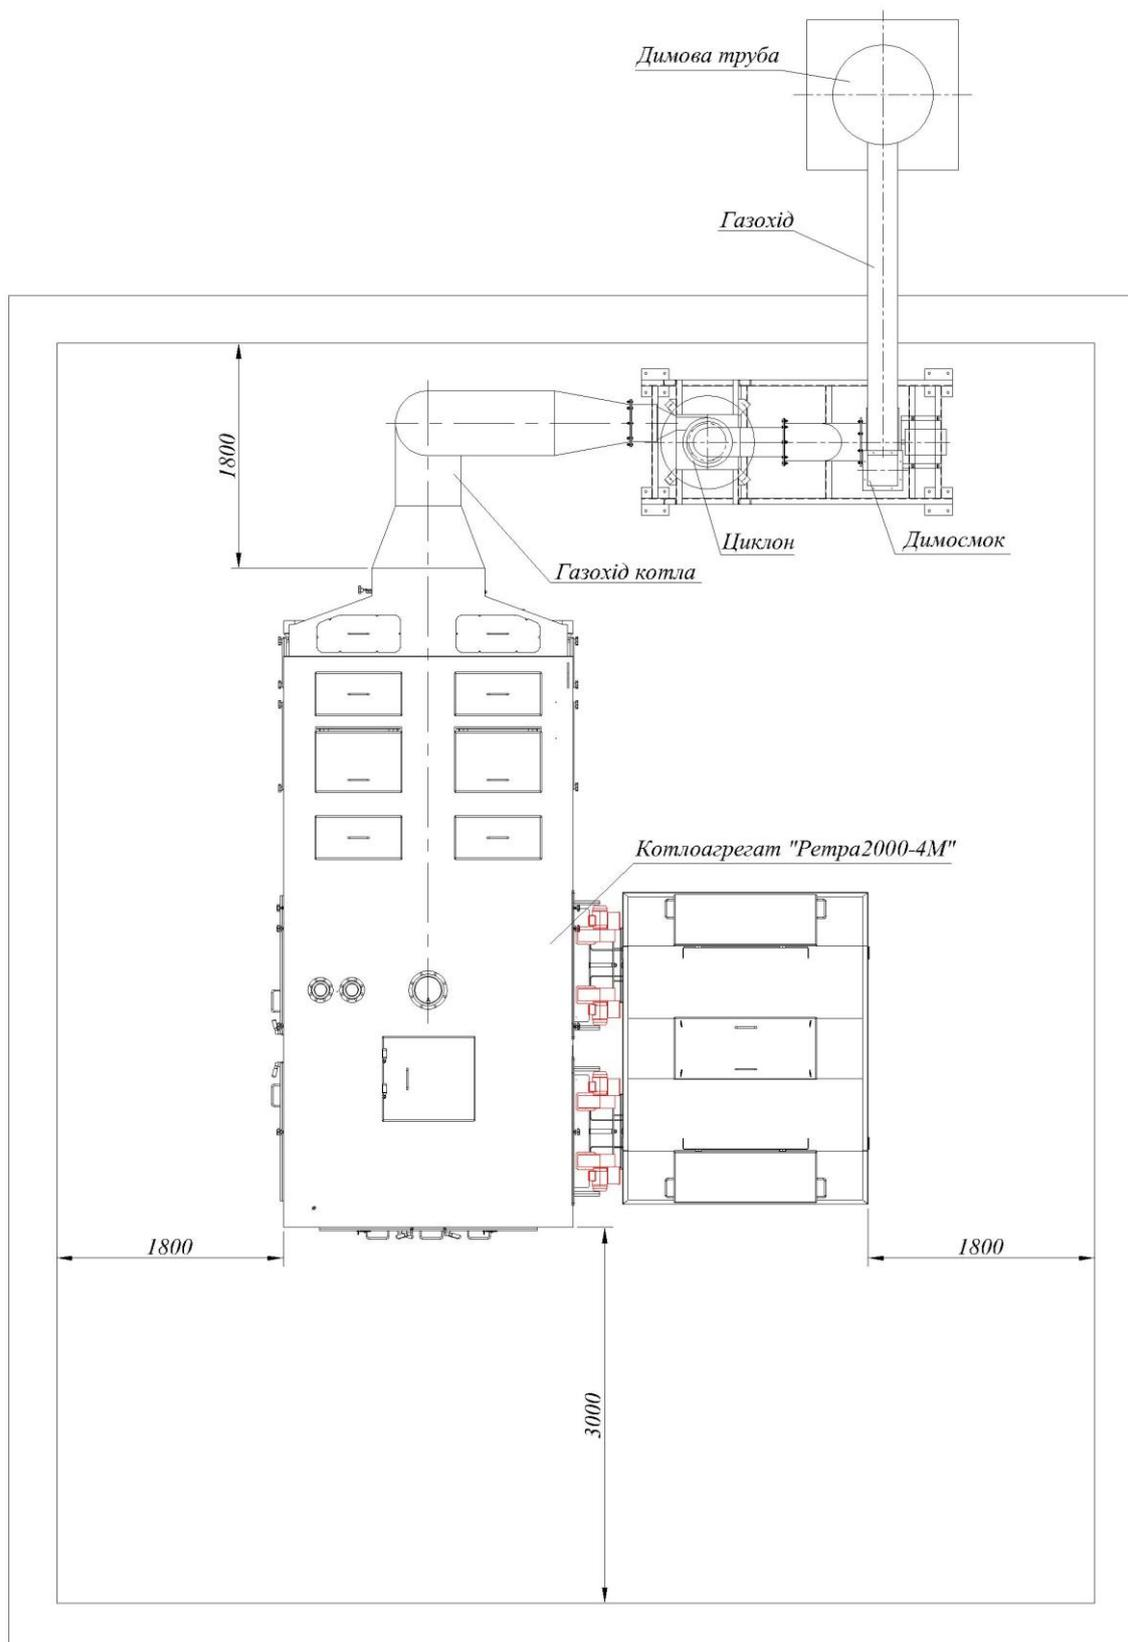

Рис.8 Схема установки котла в котельной
11.1.3 Котел поставляется в собранном виде и устанавливается на специальный фундамент (см. п.11.2). Во время установки котла необходимо обеспечить доступ к нему таким образом, чтобы стены котельной не мешали загрузке топлива, чистке топки котла, а также доступа к вентиляторам и бункеру подачи топлива (див Рис.8).
11.5.1 Дымоход необходимо смонтировать в соответствии с действующими нормативными и законодательными актами. В обязательном порядке в тракте отвода дымовых газов нужно устанавливать дымосос. (рекомендованная схема см. Рис. 8)